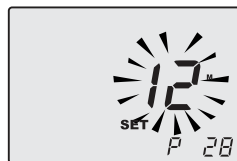

Figura 9.3
- Desplace los parámetros mediante los botones 18 o 19 hasta que aparezcan en el display LCD las letras **P28** y el valor del parámetro, indicando que se ha entrado en el "parámetro 28" (Figura 9.3).